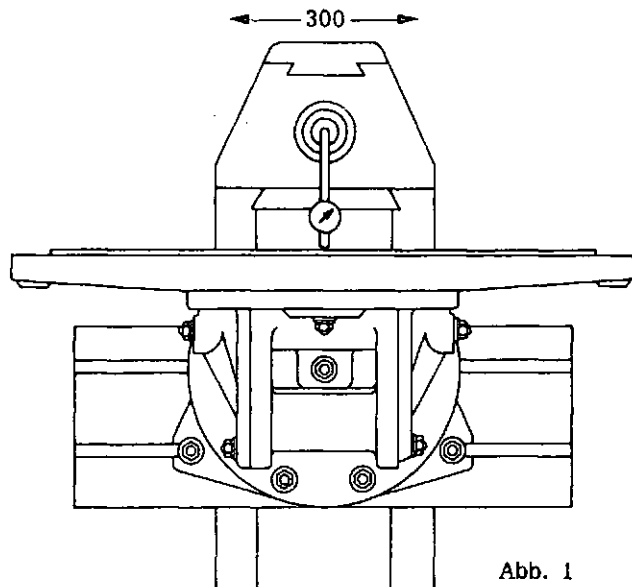
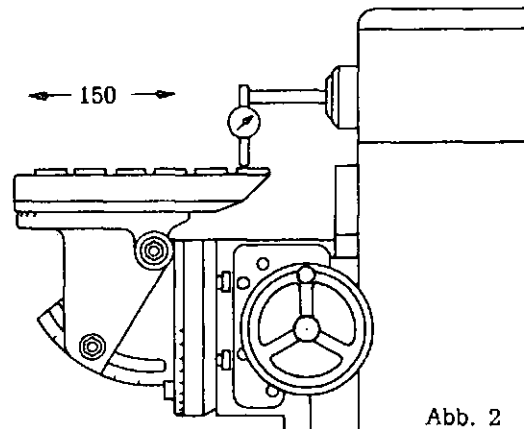

Abb. 1
Abb. 2
a) Einstellen auf genaues Waagrecht-Fräsen (Abb. 1 und Abb. 2)